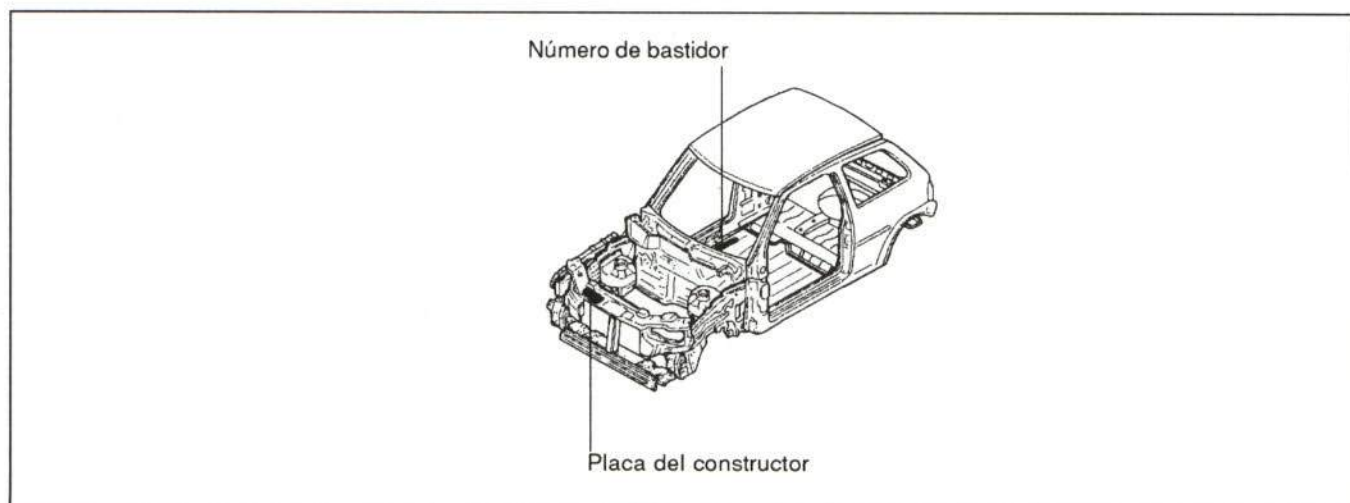
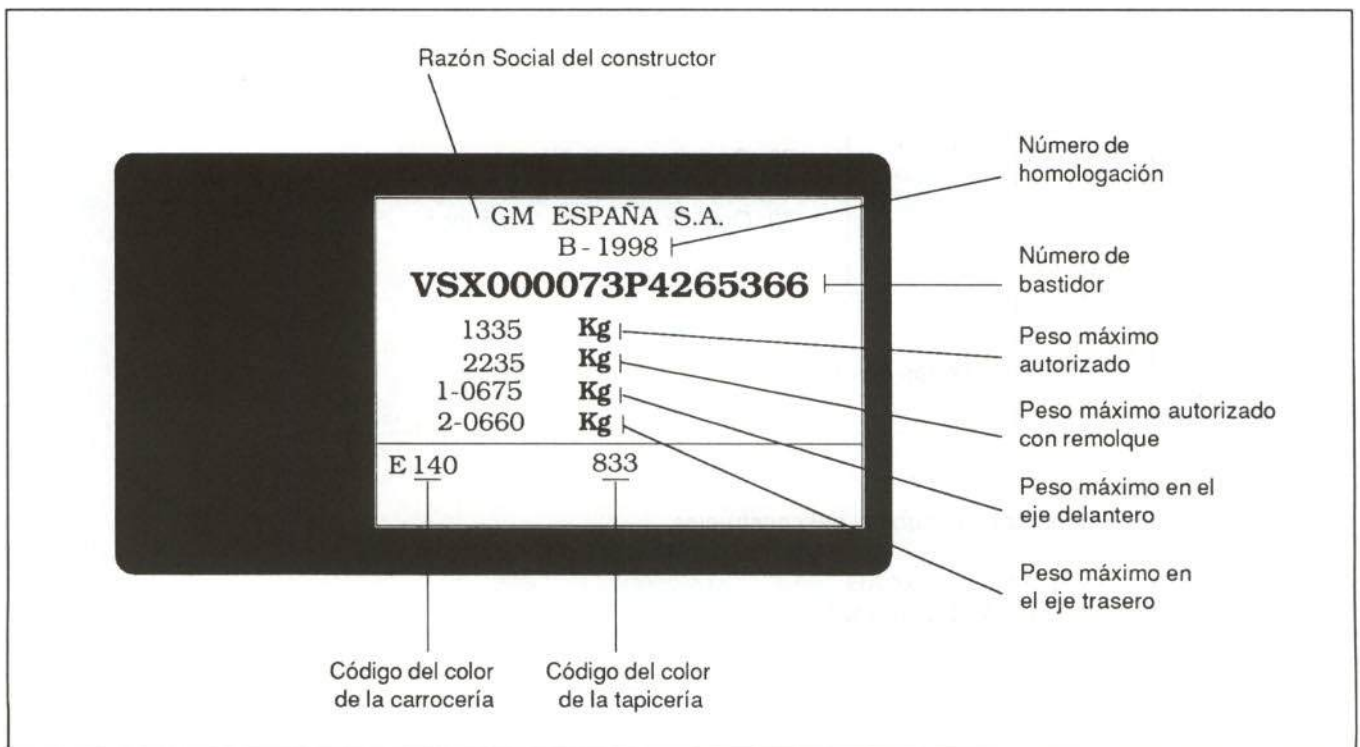

Figura 1.- Situación de las placas de identificación del vehículo
Figura 2.- Placa del constructor
Las características que identifican al vehículo se recogen, debidamente codificadas, en distintas placas situadas en la carrocería. En la figura 1 se indica la localización de estas placas.
• **La placa del constructor** se encuentra situada en el frente delantero, bajo el capó motor (figura 1). En la figura 2 se indica el significado de los distintos grupos alfanuméricos.